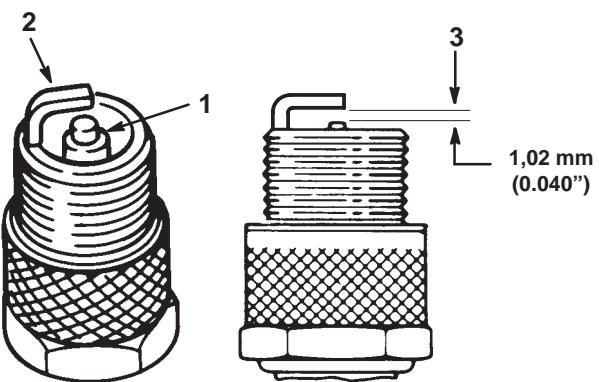

Figure 24
1. Inspecter le centre des bougies (Fig. 24). Si le bec de l'isolateur est recouvert d'un léger dépôt gris-brun, le moteur fonctionne correctement. S'il est couvert d'un dépôt noir, c'est généralement signe que le filtre à air est encrasé.
2. Contrôler l'écartement entre l'électrode centrale et l'électrode latérale (Fig. 24). Courber l'électrode latérale (Fig. 24) si l'écartement est incorrect.